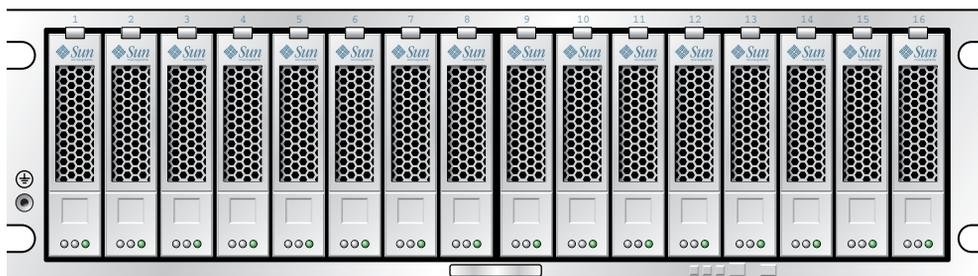

FIGURE 1-6 Avant de l'unité d'extension Sun StorageTek 5320
Chaque unité d'extension Sun StorageTek 5320 se rattachant à une unité de contrôleur doit contenir soit uniquement des unités de disque Fibre Channel (FC), soit uniquement des unités de disque SATA. Il est possible de mélanger des unités d'extension FC ou SATA dans une baie de disques, de sorte qu'il est possible de rattacher à un contrôleur des unités de chaque type. La FIGURE 1-6 représente l'avant de l'unité d'extension 5320.